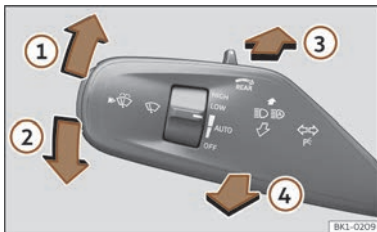

Fig. 96 Levier des clignotants et des feux de route.
- À partir de la position de base, appuyez en avant sur le levier des clignotants et de feux de route >>> fig. 96 ③.
- **OU** : avec l'assistant des feux de route activé, tirez vers l'arrière le levier des clignotants et des feux de route >>> fig. 96 ④.